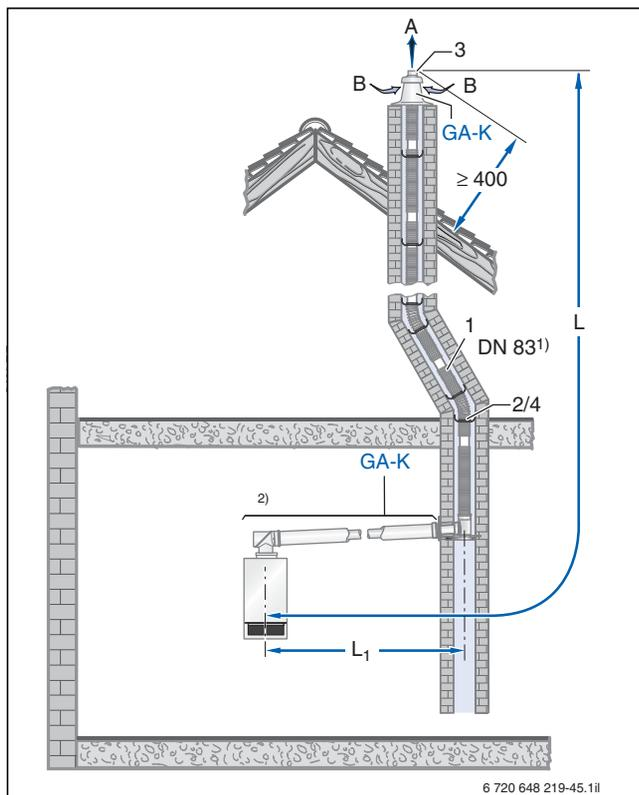

Bild 163 Montagevariante (Maße in mm)
Für Logamax plus GB192i(T) ist der Bausatz ÜB-Flex nur Geräteart C_{93x} (alte Benennung C_{33x}) in Verbindung mit dem Bausatz GA-K verwendbar (→ Bild 163).
Tab. 77 Wandhängende Geräte; Maximal zulässige Gesamtbaulänge der Abgasleitung beim Bausatz ÜB-Flex in Verbindung mit dem Bausatz GA-K (→ Bild 163)
Tab. 78 Bodenstehende Geräte; Maximal zulässige Gesamtbaulänge der Abgasleitung beim Bausatz ÜB-Flex in Verbindung mit dem Bausatz GA-K (→ Bild 163)